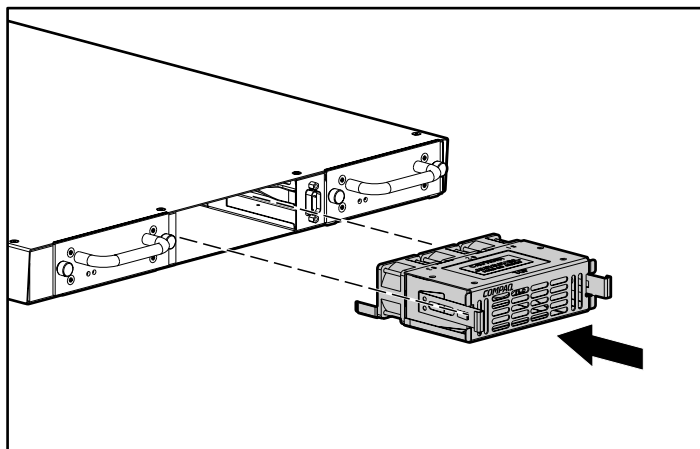

Figure 7-5 : Installation d'un module de ventilation
3. Insérez le nouveau module de ventilation dans le compartiment de ventilation en respectant l'orientation indiquée à la figure 7-5. Poussez le module dans sa position jusqu'à ce que les loquets se bloquent.